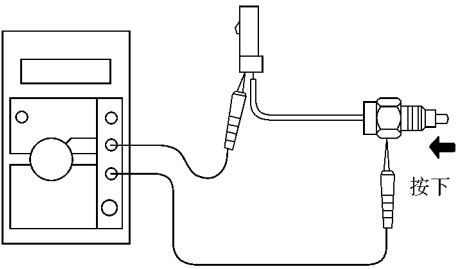

图 12-14 检查传动装置指示开关
(13) 拆下盛油槽。
(14) 拆下内换挡杆和换挡杆轴。
(15) 拆下传动指示器开关。
(16) 拆下直螺塞、弹簧和钢球。使用锁球螺塞套筒分别拆下上和下侧的直螺塞，再使用磁棒取出上下侧螺塞的弹簧和钢球。
(17) 拆下前驱动换挡叉轴。
(18) 拆下高和低换挡叉轴。
(19) 拆下高和低换挡叉。使用夹头冲子和锤子敲出带槽弹簧销，拆下高和低换挡叉。
(20) 拆下带输入轴的行星齿轮部件。
(21) 拆下输入轴。
(22) 拆下齿圈。
(23) 检查传动装置指示器开关。按图 12-14 所示，检查端子和开关体之间是否导通。